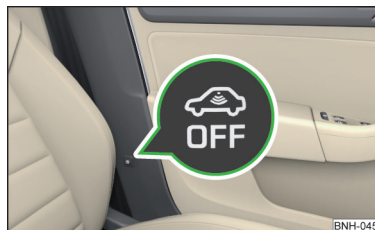

Fig. 35
- ▶ Apăsați butonul  de pe stâlpul central de pe partea șoferului » fig. 35, în buton se aprinde simbolul .